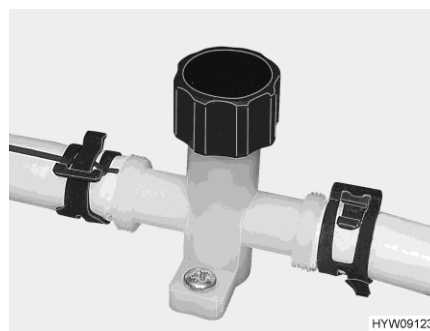

Bild 132 Avtappningskran (vattenledning)
- Öppna alla avtappningsventiler (Bild 132).